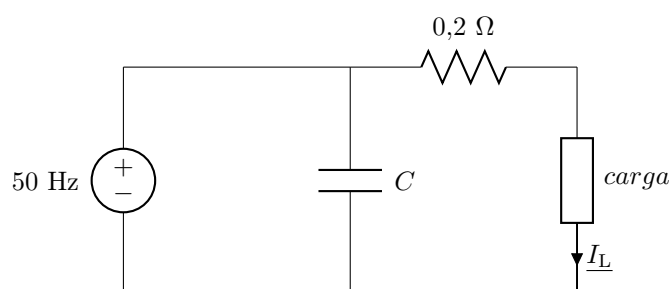

Figura 5.12: Circuito del problema 24.
24. La carga de la figura 5.12 es de 10 kVA con factor de potencia 0,8 atrasado. Si  $|I_L| = 40$  A, ¿cuál debe ser el valor de  $C$  para que la fuente trabaje con un factor de potencia 0,9 atrasado? ¿Cuál es el nuevo valor de la corriente?